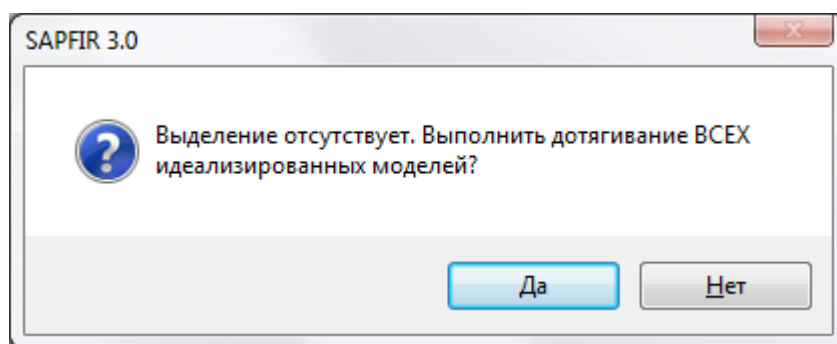

Рис. 6.18. Диалоговое окно SAPFIR 3.0
- Для корректности дальнейшего поиска пересечений щелкните по кнопке – **Дотянуть края стержней и пластин до осевых непараллельных им элементов** и в появившемся диалоговом окне (рис.6.18) щелкните по кнопке **Да**.